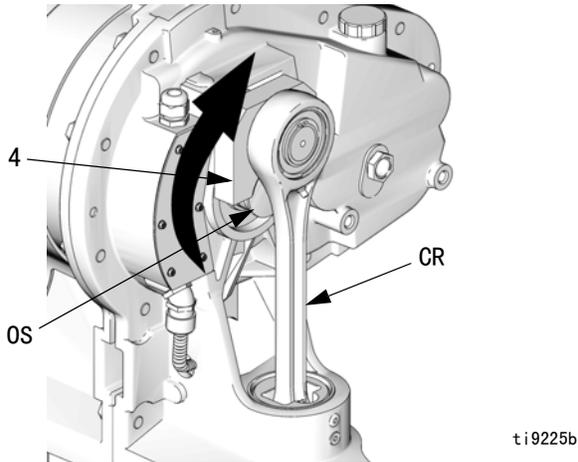

图 18. 旋转曲柄臂
10. 参见图 18。旋转曲柄臂（4），以便将其从输出轴（OS）上卸下。